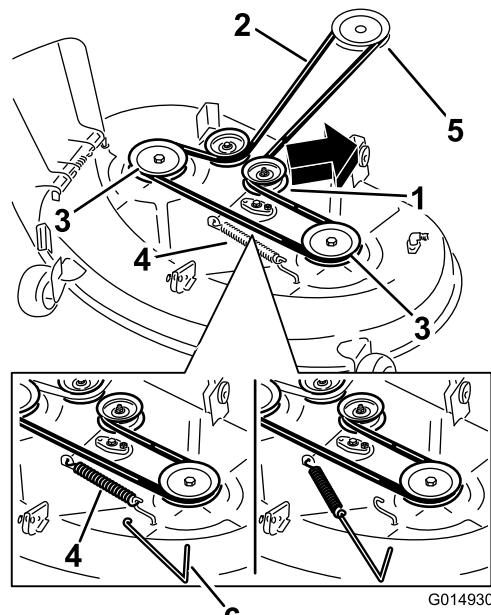
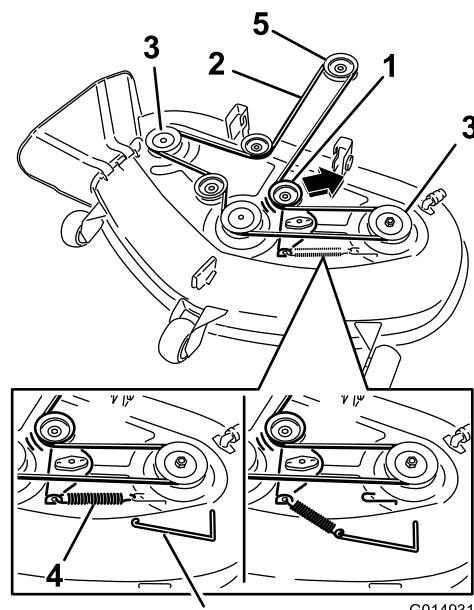

Figura 69
Figura 70
5. Servendovi di un attrezzo per la rimozione delle molle (n. cat. Toro 92-5771), sganciate la molla di rinvio dal gancio del piatto di taglio per eliminare la tensione dalla puleggia tendicinghia e togliete la cinghia dalle pulegge (Figura 69 e Figura 70).
6. Montate la nuova cinghia attorno alla puleggia del motore e a quelle del tosaerba (Figura 70).
7. Servendovi di un attrezzo per la rimozione delle molle (n. cat. Toro 92-5771), agganciate la molla di rinvio al gancio del piatto di taglio per mettere in tensione la puleggia tendicinghia e la cinghia del tosaerba (Figura 69 e Figura 70).